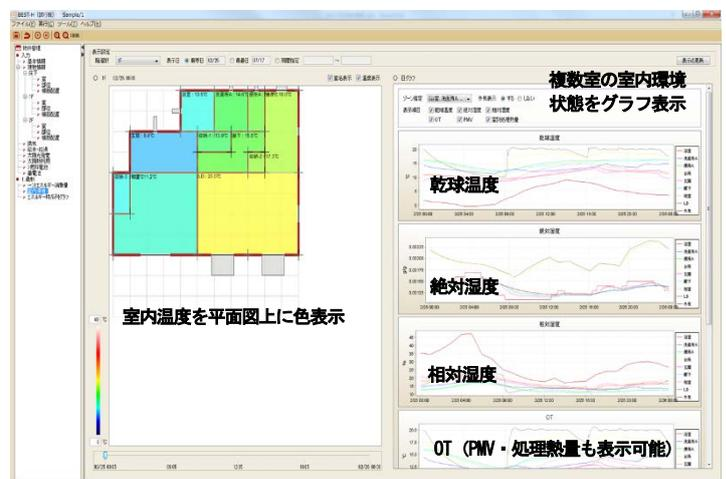

図3 室内環境画面
- ・複数室の室内温度の平面図上色分け表示（図3）
- ・室内環境状態グラフ（図3）